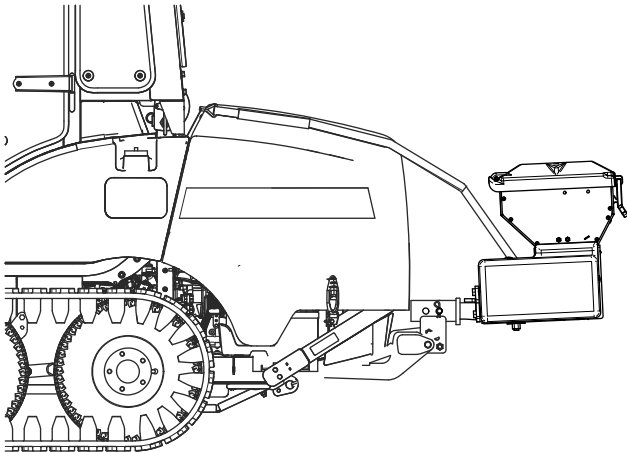

Figura 25
1. Introduzca el enganche del esparcidor en el receptor de enganche del vehículo, y alinee el segundo orificio del enganche del esparcidor con el orificio del enganche del vehículo (Figura 25).